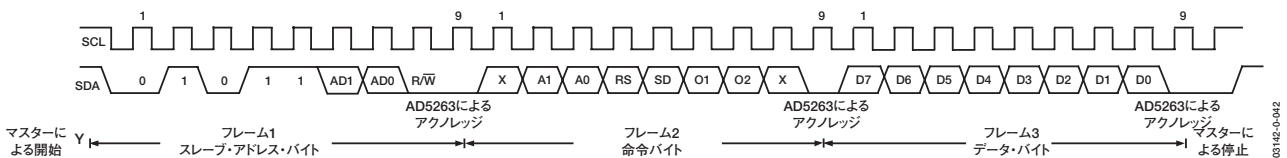
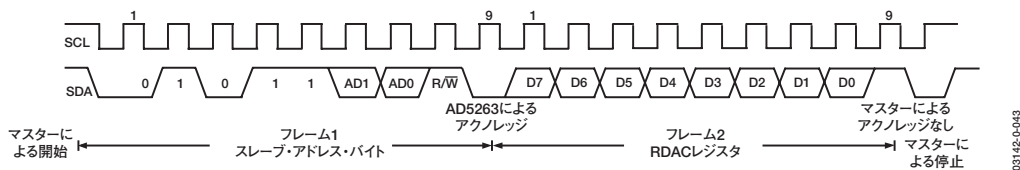

図42. RDACレジスタへの書き込み
図43. 書き込みモードで以前に選択したRDACレジスタからのデータ読み出し
1. マスターが開始条件を確立して、データ転送を開始します。これは、SCLがハイレベルになっている間に、SDAライン上でハイからローへの遷移が発生したときになります (図42を参照)。次のバイトはスレーブ・アドレス・バイトで、7ビットのスレーブ・アドレスとそれに続くR/ \bar{W} ビットで構成されます。スレーブ・デバイスのデータの読み出しをするか書き込みを行うかは、このR/ \bar{W} ビットによって決まります。
命令バイトをアクノレッジした後、書き込みモードでの最後のバイトはデータ・バイトになります。連続する9つのクロック・パルス (8つのデータ・ビットとそれに続くアクノレッジ・ビット) で、シリアル・バス上にデータを送信します。SDAライン上での遷移はSCLのロー期間中に生じ、SCLのハイ期間中は安定していなければなりません (図42を参照)。
3. 読み出しモードでは、データ・バイトはスレーブ・アドレス・バイトのアクノレッジの直後に続きます。連続する9つのクロック・パルス (8つのデータ・ビットに続いてアクノレッジ・ビットがある書き込みモードとは少し違います) で、シリアル・バス上にデータを送信します。この場合も、SDAライン上での遷移はSCLのロー期間中に生じ、SCLのハイ期間中は安定していなければなりません (図43を参照)。
なお、対象となるチャンネルは、書き込みモードで以前に選択したチャンネルです。両方のチャンネルのRDAC値を読み出す必要がある場合には、最初のチャンネルを書き込みモードでプログラムしてから、読み出しモードに切り替えて、最初のチャンネル値を読み出します。次に、2番目のチャンネルを選択して書き込みモードに戻し、再び読み出しモードで2番目のチャンネル値を読み出す必要があります。それ以降のリードバック動作に対しては、書き込みモードでフレーム3のデータ・バイトを発行する必要はありません。プログラミング・フォーマットについては、図43を参照してください。
4. すべてのデータ・ビットの読み出し／書き込みが終わると、マスターが停止条件を成立させます。停止条件は、SCLがハイレベルの間に生じるSDAライン上でのローレベルからハイレベルへの遷移となります。書き込みモードでは、マスターは10番目のクロック・パルスの際にSDAラインをハイレベルにプルして停止条件を成立させます（図42を参照）。読み出しモードでは、マスターが9番目のクロック・パルスに対して「アクノレッジなし」を発行します（つまり、SDAラインはハイレベルのままです）。続いて10番目のクロック・パルスの際にSDAラインをローレベルにし、ここからSDAラインがハイレベルになって停止条件が成立します（図43を参照）。
AD5263にはそのほかにプログラマブルなロジック出力O1とO2があり、これを使用すればデジタル負荷、アナログ・スイッチ、ロジック・ゲートを駆動できます。O1とO2は、デフォルトでロジック0になります。電圧レベルは、GNDから V_L までスイングします。O1とO2のロジック状態は、書き込みモードのフレーム2でプログラムできます（図42を参照）。このロジック出力には、ミリアンペア負荷をシンク／ソースするために十分な電流駆動能力があります。